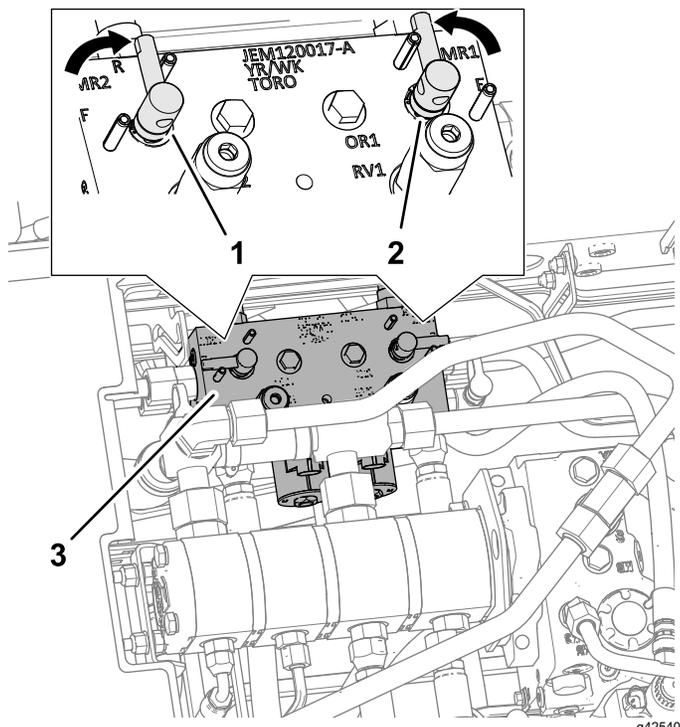

Рисунок 150
4. Разблокируйте и поднимите сиденье для доступа к коллектору газонокосилки (Рисунок 150).
5. Установите рычаги заточки обратным вращением в положение R (заточка) (Рисунок 150).